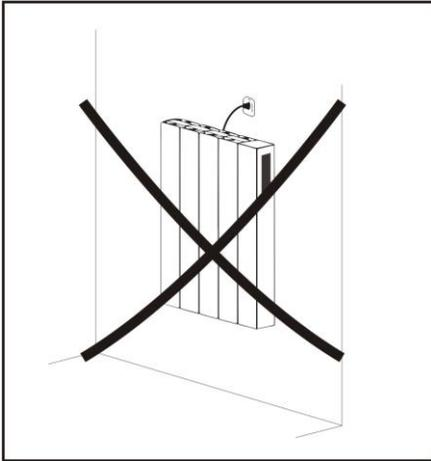

Abbildung 10
- Das Gerät darf nicht unmittelbar unter der Steckdose platziert werden! Abb.10